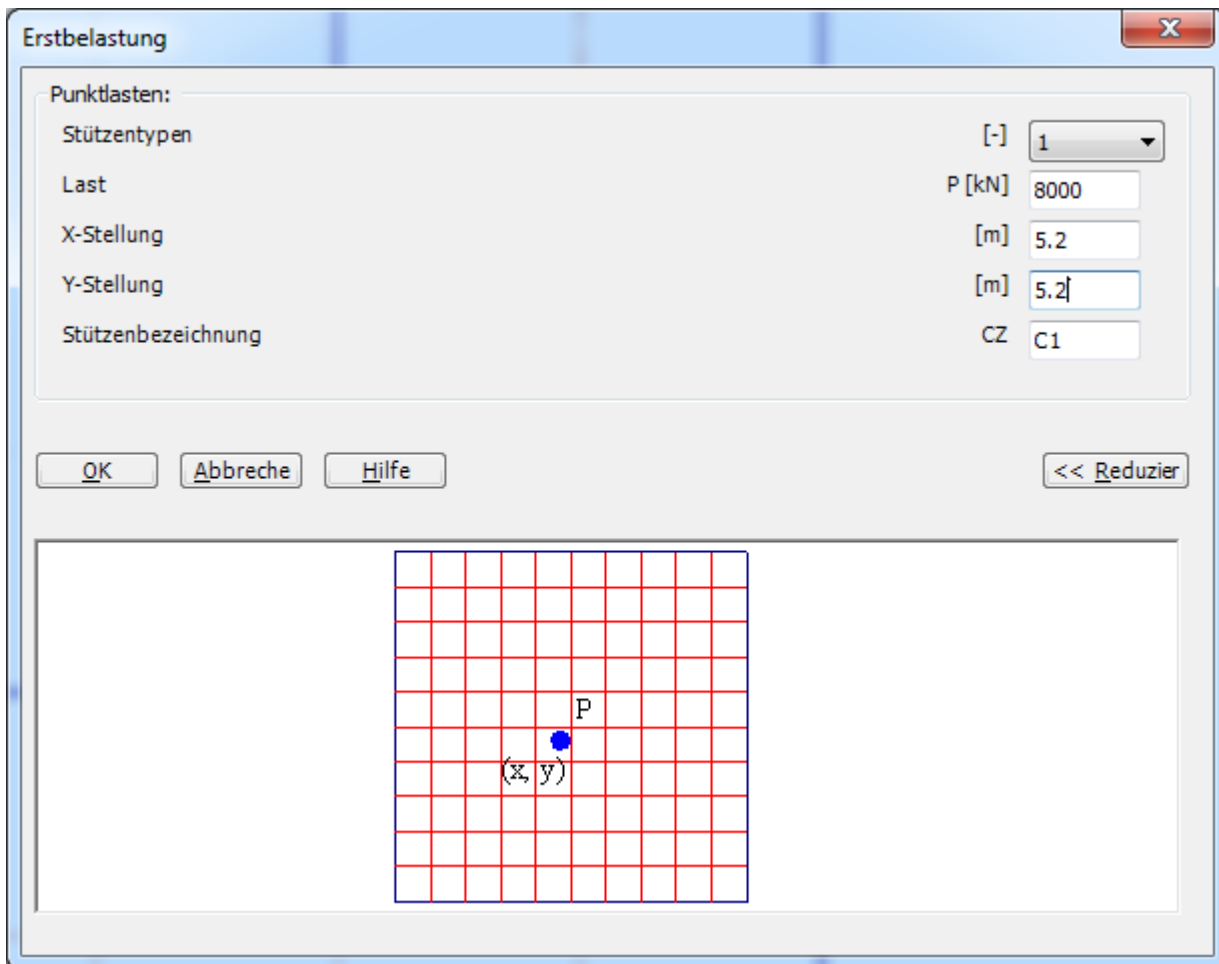

Bild 11.31 Dialogfeld "Belastung"
- Wenn der Befehl "Punktlasten" gewählt wird, ändert sich der Cursor von einem Pfeil zu einem Kreuz. Dann kann die Punktlast durch Klicken auf dem Bildschirm definiert werden. Wenn der Bildschirm geklickt wird, erscheint das folgende Dialogfeld (Bild 11.31) mit der Lastgröße und den Koordinaten